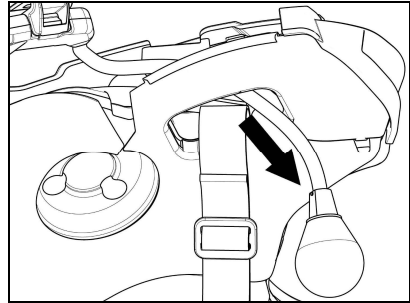
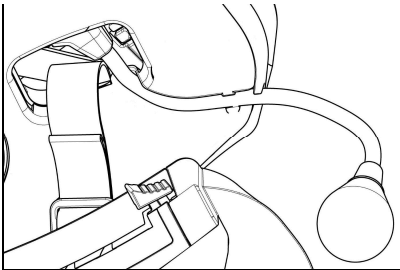

Abb. 7
Abb. 8
- Führen Sie das Mikrophon ins Innere der Öse (Abb. 7) und bringen Sie es im eigens dafür vorgesehenen ausgesparten Bereich an, indem Sie den Metallarm in die am Rahmen für die Befestigung des Kinnbügels vorhandene Rille einführen (Abb. 8)